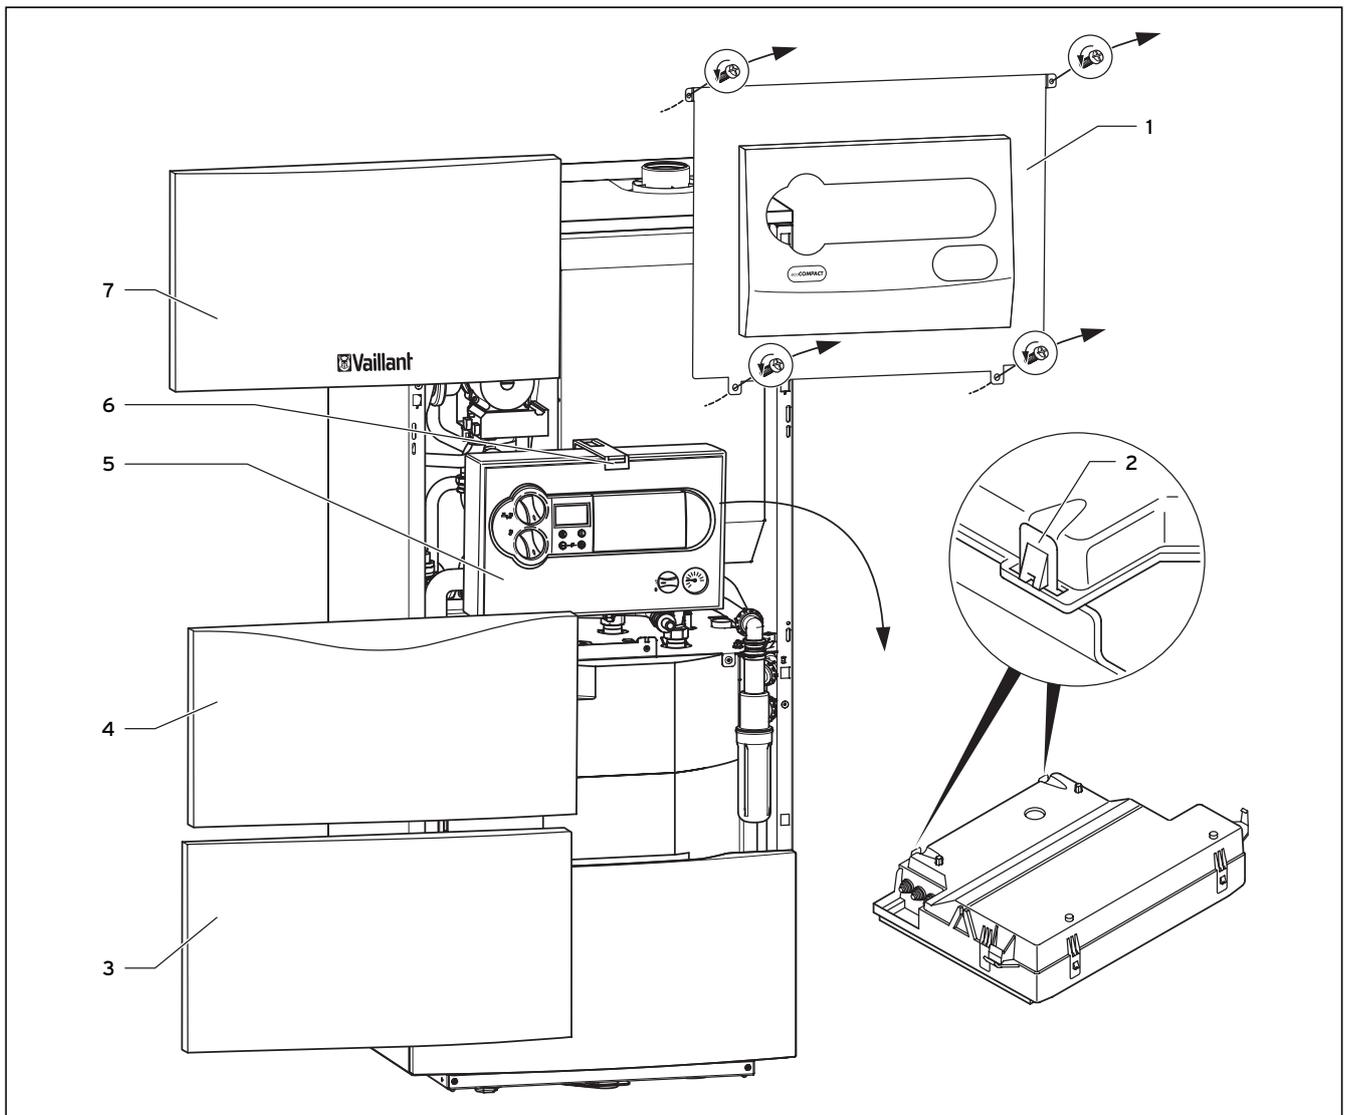

Abb. 5.6 Geräteverkleidung abnehmen (abgebildet VSC 126-C 140/196-C 150)
- Öffnen Sie das Gerät (vgl. Abb. 5.6 und Hinweise auf Seite 20).
- Schrauben Sie die Verschraubung (1) des Zirkulationsrohres vom Anschlussstück ab und verschließen Sie den Anschluss mit der beiliegenden Dichtung (3) und der Kappe (2).
Gehen Sie bei der Anschlussverdrahtung wie folgt vor, siehe Abb. 5.6: